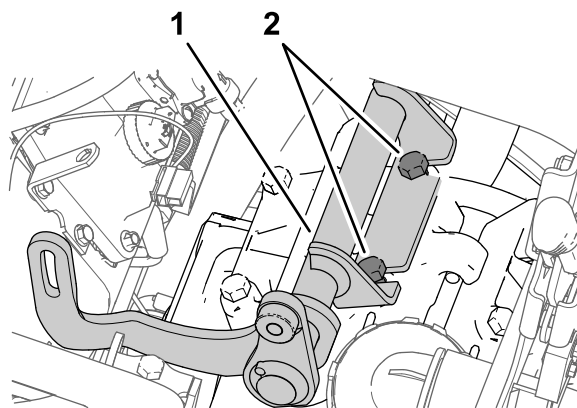

图179
2. 如果交流发电机支架放置在步骤 1 中松开的两个螺栓与泵头之间图179。